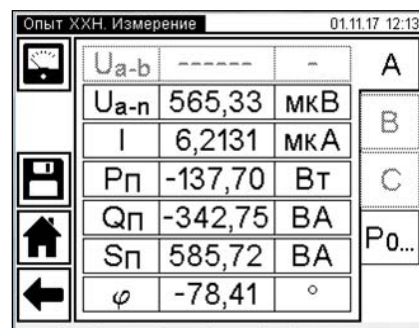

Рисунок 6.61
17) Если в п. 10 данного раздела выбран "Внешний" (нерегулируемый) источник, после завершения измерения на экране появится окно с результатами измерения (рисунок 6.61 для однофазного трансформатора или 6.62 для трехфазного).
18) Если в п. 10 выбран "Регулятор", то после завершения измерения на экране появится окно «Сброс напряжения» (рисунок 6.63 для однофазного трансформатора или 6.64 для трехфазного) с требованием снять напряжение на выходе внешнего источника. Ручкой регулятора плавно снизить напряжение источника до нуля, после чего на экране появится окно с результатами измерения (рисунок 6.61 или 6.62).
15) Для просмотра всех результатов (рисунок 6.61 или 6.62) нажимать на вкладки: